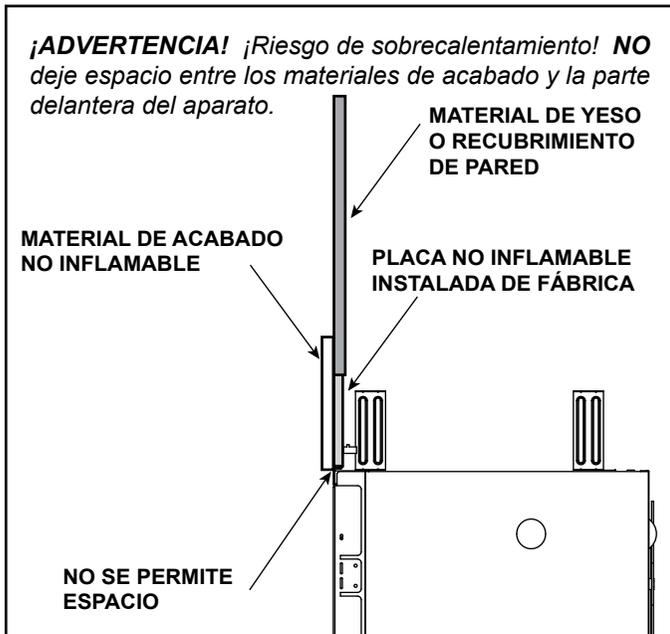
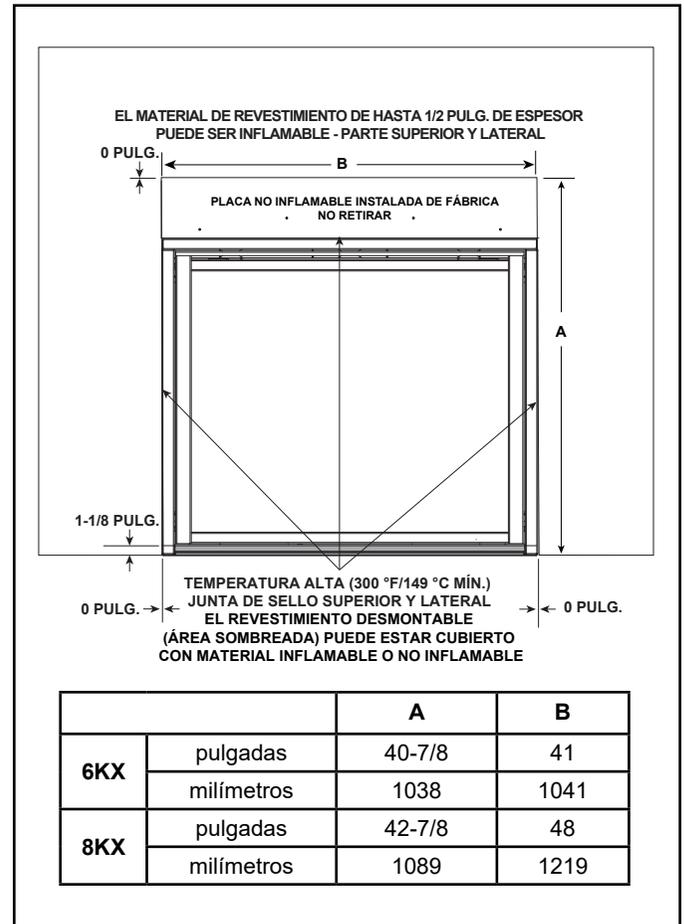

Figura 10.1 Material de acabado instalado
Figura 10.2 Esquema de revestimiento no inflamable
- Selle los espacios entre la pared terminada y la parte superior y los lados del aparato con un sellador de clasificación mínima de 300 °F. Consulte la Figura 10.1 y la Figura 10.2.
- Los materiales de acabado se deben colocar sin espacios para evitar la fuga de calor entre el material de acabado y la pared. Consulte la Figura 10.1.